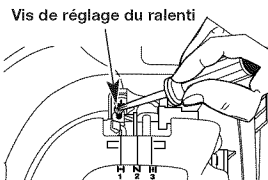

Fig. 31
La vitesse de ralenti du moteur est réglable à l'aide d'une vis de réglage accessible par un trou situé sur le dessus du couvercle du moteur (Fig. 31).
2. Relâchez la manette des gaz et laissez le moteur tourner au ralenti. Si le moteur s'arrête, insérez un tournevis cruciforme entre la couverture du filtre à air et celle du moteur (Fig. 31). Tournez la vis du ralenti dans le sens des aiguilles d'une montre, 1/8 de tour à la fois (selon le besoin) jusqu'à ce que le moteur tourne au ralenti sans à-coups.